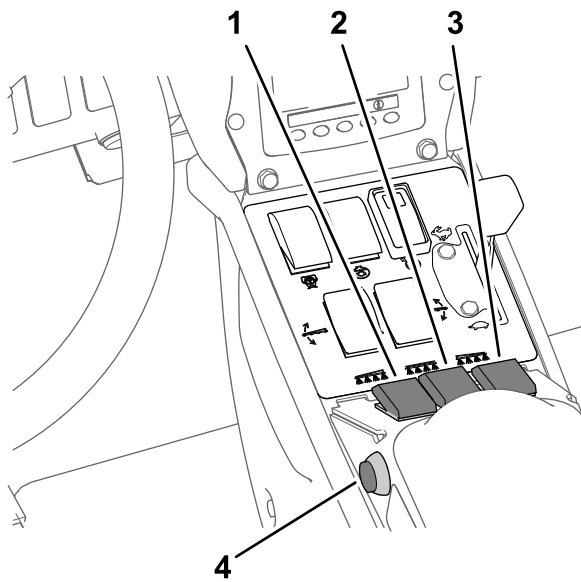

Bild 36
7. Stellen Sie die Sprühabschnittschalter in die EIN-Stellung (**Bild 36**).
10. Fahren Sie mit der gewünschten Geschwindigkeit und stellen Sie den Hauptabschnittschalter in die EIN-Stellung, um mit dem Sprühen zu beginnen (**Bild 36**).
3. Stellen Sie den Hauptabschnittschalter in die AUS-Stellung, siehe Bild 36 in Sprühen im Dosierungsmodus \(Seite 37\).
7. Stellen Sie die Schalter der einzelnen Abschnitte nach Wunsch in die EIN-Stellung, siehe Bild 36 in Sprühen im Dosierungsmodus \(Seite 37\).
9. Fahren Sie mit der gewünschten Geschwindigkeit und stellen Sie den Hauptabschnittschalter in die EIN-Stellung, um mit dem Sprühen zu beginnen, siehe Bild 36 in Sprühen im Dosierungsmodus \(Seite 37\).